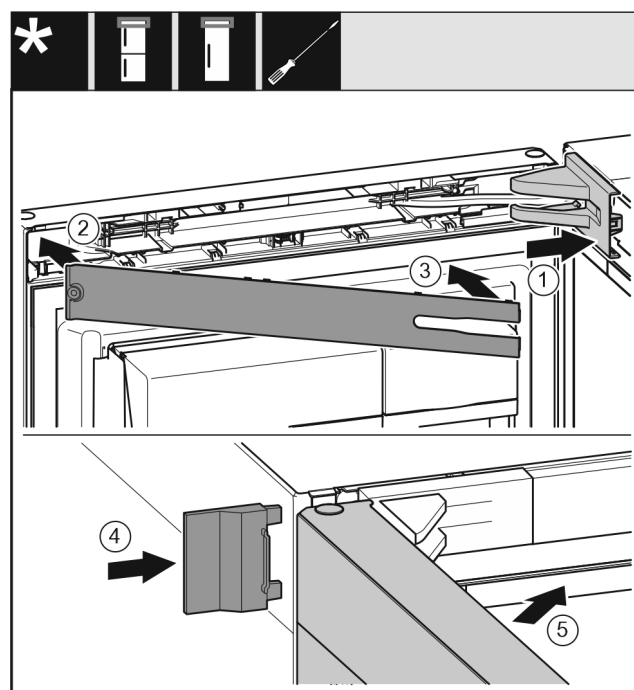

Fig. 48
- ▶ Poser et enclencher le cache du support de palier, l'introduire en appuyant délicatement. Fig. 48 (1)
- ▶ Poser le cache. Fig. 48 (2)
- ▶ Incliner le cache et l'enclencher. Fig. 48 (3)
- ▶ Enfiler le cache extérieur. Fig. 48 (4)
- ▶ Fermer la porte supérieure. Fig. 48 (5)